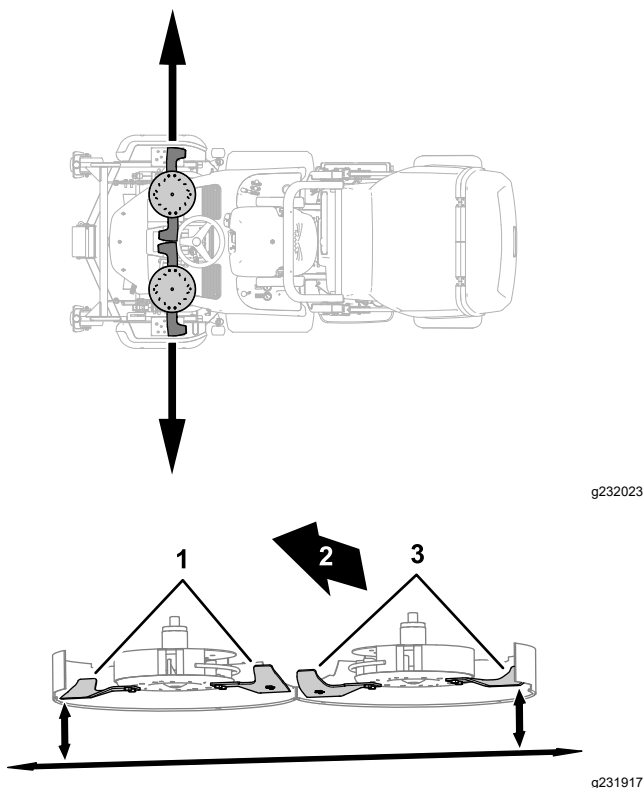

Figure 122
3. Placez la lame latérale à la position extérieure (Figure 122).
4. Mesurez la distance entre le sol et l'extrémité extérieure du tranchant de la lame avec une cale étalon (Figure 122).
5. Placez la lame latérale de l'autre côté du plateau de coupe à la position extérieure (Figure 122).
6. Mesurez la distance entre le sol et l'extrémité extérieure du tranchant de la lame avec une cale étalon (Figure 122).
8. Mesurez l'extrémité extérieure des tranchants de lame (Figure 122).